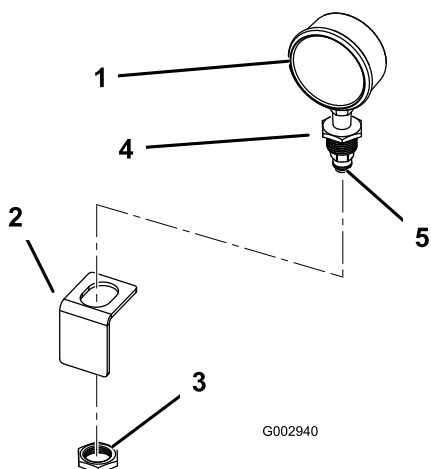

Figura 46
1. Aplique fita de Teflon no sentido contrário ao dos ponteiros do relógio, em torno das estrias do indicador e instale o bocal redutor no indicador de pressão (Figura 46).
2. Instale o encaixe em plástico preto no bocal redutor instalado no indicador de pressão (Figura 46).
3. Instale o indicador de pressão no suporte localizado por baixo da abertura circular, no interior da tampa da caixa de controlo, fixando-o com a porca incluída na embalagem do indicador de pressão (Figura 46).